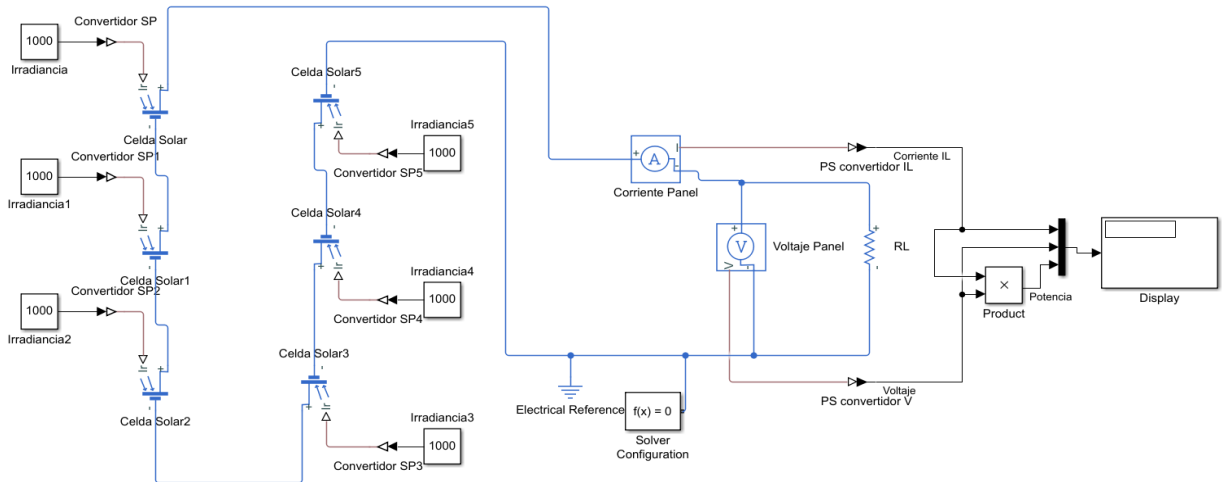

Fig. 50. Diagrama de la conexión de un panel solar de 30 celdas en serie.
8. Copie los bloques con nombre *Irradiancia*, *Convertidor SP* y *Celda Solar*, pegue 5 veces los bloques y realice una conexión en serie referirse a la **Fig. 50**.